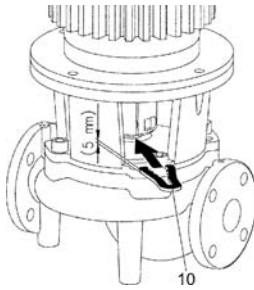

Fig. 19: Namestitev montažnih vilic
- Montažne vilice (Fig. 19, poz. 10) potisnite med laterno in spojko. Montažne vilice morajo biti nameščene brez zračnosti.